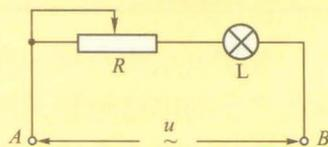

图 2-2-3
4. 如图2-2-3所示, L是一个小灯泡, R是一个滑动变阻器, 标有“10 Ω 1 A”字样, A、B两端接在电压为 u 的交流电源上. 在L和 u 分别为下面两种情况时, 能否通过调节滑动变阻器而使灯泡L正常工作?